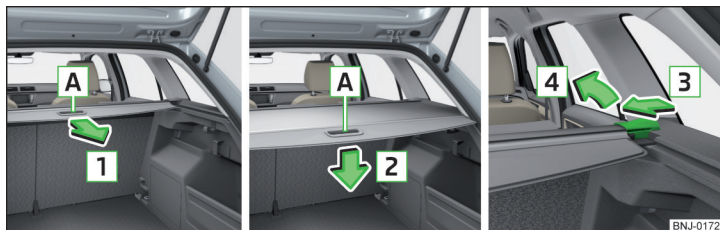

Fig. 97 Cappelliera avvolgibile: estrazione/avvolgimento/estrazione
- Per l'**estrazione** afferrare la cappelliera in corrispondenza della maniglia **A** ed estrarla in direzione della freccia **1** fino all'arresto, finché non scatta in posizione » fig. 97.
- Per il **montaggio** estrarre la cappelliera avvolgibile » fig. 97 a pag. 81 o ribaltare in avanti gli schienali dei sedili posteriori » pag. 64.